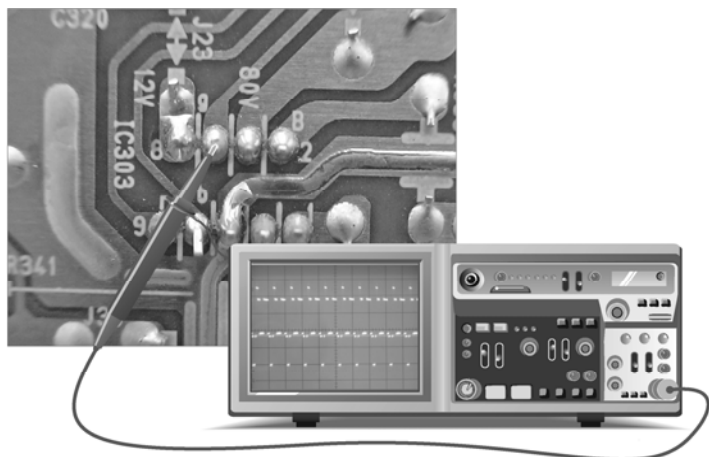

图 2-48 G 输入信号的检测
将示波器探头放到⑥脚上,对 G 输入信号进行检测,具体操作及信号波形如图 2-48 所示。